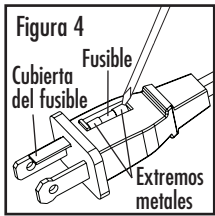

Figura 4
3. Retire el fusible con cuidado utilizando un destornillador pequeño para hacer palanca en los extremos metálicos del fusible y sacarlo del compartimiento. (ver Figura 4)